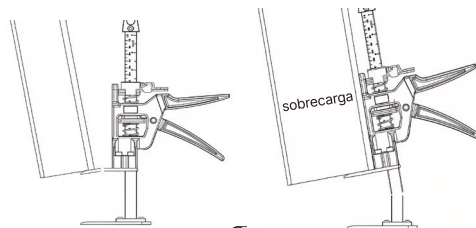

Figura 1
- a. Está estrictamente prohibido utilizar el elevador cuando está en medio contacto con objetos pesados (Figura 1).